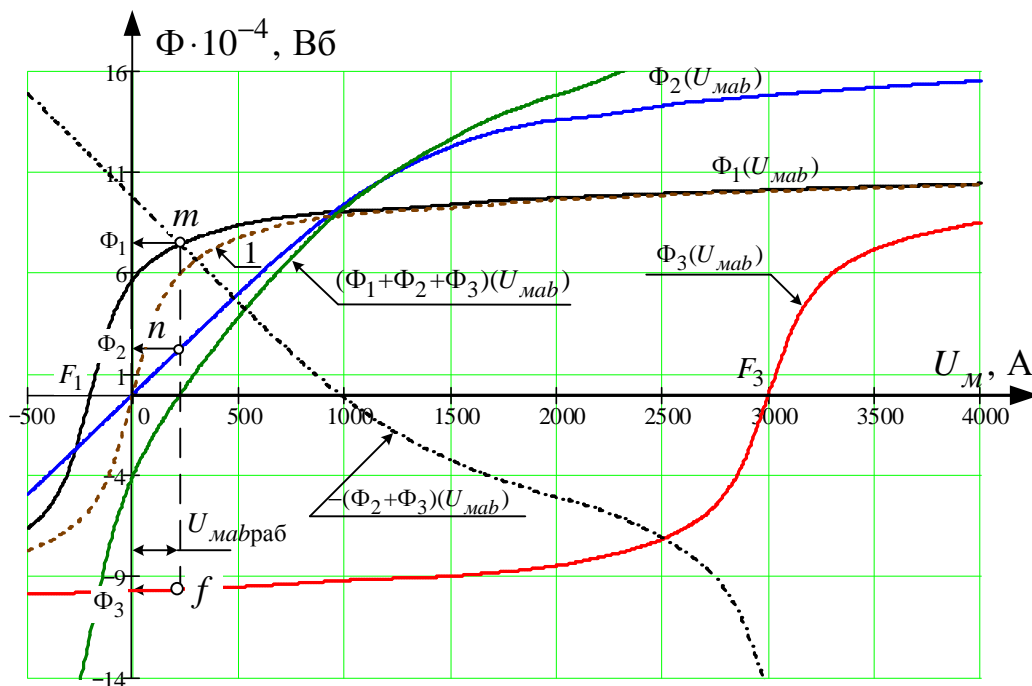

Рис. 4.3
Для получения ответов построение характеристик сопротивлений необязательно, однако, следует помнить, что для стальных участков в диапазоне значений индукции  $B=(0 \div 1,5)$  Тл для стали горячего проката ВБАХ обладают явно выраженной нелинейностью и имеют вид кривой 1 (характеристика  $\Phi_1=(U_{M1})$ ) на рис. 4.3. Характеристика воздушного зазора – прямая линия, проходящая через начало координат.
На рис.4.3 построены графики всех трех ВБАХ ветвей.
4. Составляем функциональное уравнение по первому закону Кирхгофа  $\Phi_1(U_{mab}) + \Phi_2(U_{mab}) + \Phi_3(U_{mab}) = 0$ , и, решив его графически, определяем рабочее значение магнитного напряжения  $U_{mab.раб.}$ . Точка  $e$  пересечения суммарной характеристики  $(\Phi_1 + \Phi_2 + \Phi_3)(U_{mab})$  с осью магнитных напряжений  $U_m$  и определяет режим работы цепи (рис. 4.3),  $U_{mab.раб.} = 188A$ .
Характеристика  $-(\Phi_2 + \Phi_3)(U_{mab})$  строится путем графического сложения характеристик ветвей  $\Phi_2(U_{mab})$  и  $\Phi_3(U_{mab})$  в направлении оси потоков с последующим зеркальным отображением суммарной характеристики относительно оси абсцисс (пунктирная кривая на рис. 4.3).